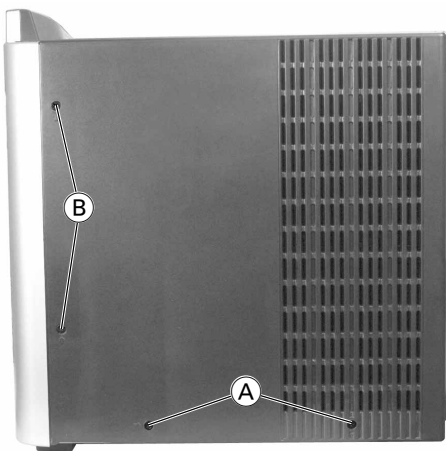

Fig. 1
- 5 Schrauben A (Fig. 1, 2, 3) herausdrehen.
- 8 Schrauben B (Fig. 1, 2, 3) herausdrehen.
- Undo 5 screws A (Fig. 1, 2, 3).
- Undo 8 screws B (Fig. 1, 2, 3).